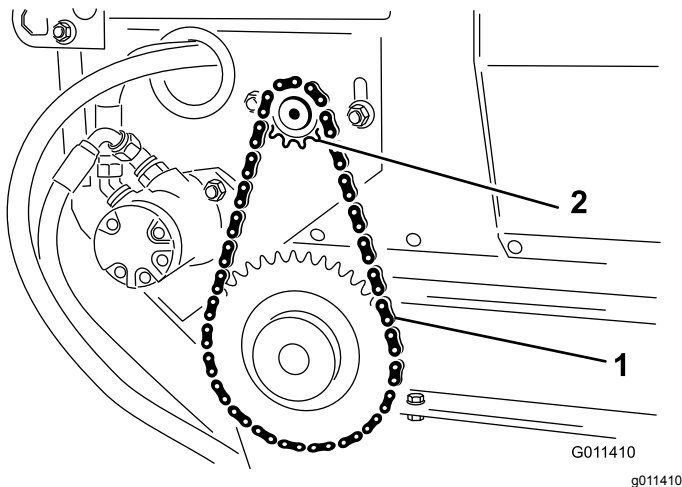

Figura 25
2. Afloje los pernos y las tuercas que sujetan el conjunto de piñón y motor al bastidor principal (Figura 25).